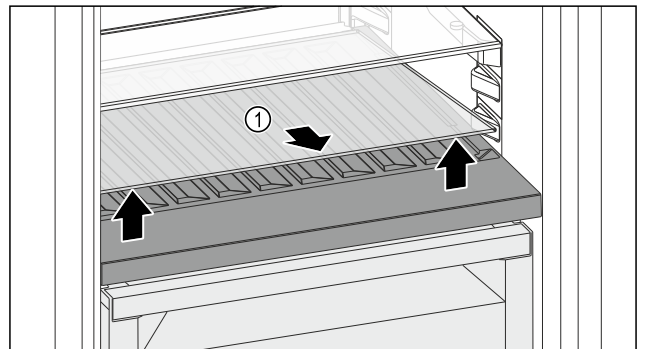

Fig. 108
▶ 抬起前部槽上的玻璃隔板 Fig. 108 (1) 并取出。
▶ 将玻璃隔板 Fig. 108 (1) 稳妥地放在冰箱外。